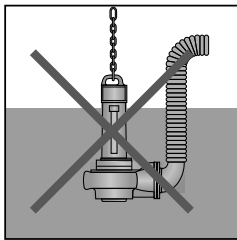

Рис. 1
- Насос должен закрепляться так, чтобы он не вращался, не качался или не совершал какие-либо движения, насос нельзя подвешивать на цепи или на тросе (рис. 1).